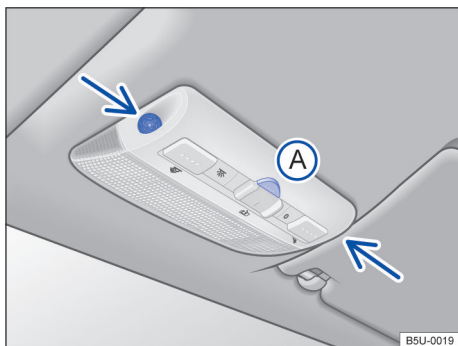

Fig. 50 No console do teto: sensores de monitoramento do interior do veículo e tecla (A) para desligar o monitoramento do interior do veículo.
O monitoramento do interior do veículo dispara o alarme com o veículo travado, se reconhecer movimentos no interior do veículo. O sensor e o receptor estão localizados no conjunto da lanterna de leitura → Fig. 50 (setas).
- Pressionar a tecla → Fig. 50 (A). No painel de instrumentos a luz de controle → Fig. 45 se acende.